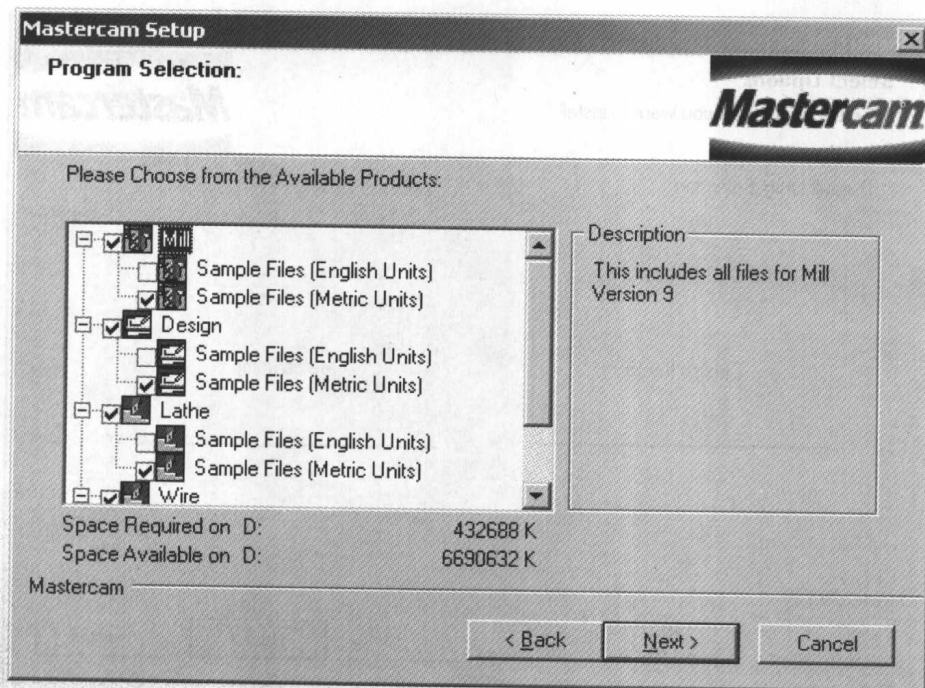

图 1-7 项目选择
7. 系统要求选取安装的功能模块, 如图 1-7 所示。可根据需要进行选取, 一般情况下全部选取, 选取完成后单击【Next】按钮继续安装。